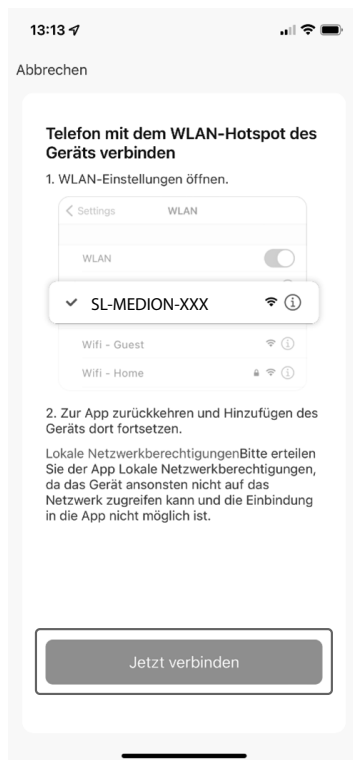

Fig. 6
- ▶ Cliccare su **JETZT VERBINDEN** in basso nella schermata (vedere la fig. 6)